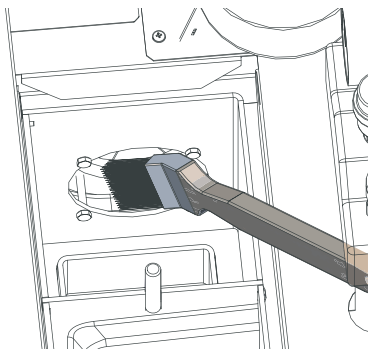

Fig. 66 Gebläserad reinigen und aussaugen
- ▶ Gebläserad mit Pinsel reinigen – Fig. 66.